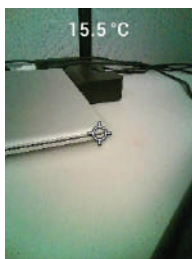

Abbildung 5.5 Bild Digitalkamera für sichtbares Spektrum
- Sehen Sie sich das Bild auf dem Display an, siehe **Abbildung 5-5**. Drücken Sie den Auslöser für die Bildaufnahme, um ein Bild zu speichern. Weitere Informationen finden Sie in Abschnitt 5.6, *Aufnehmen von und Arbeiten mit Bildern* (nächster).